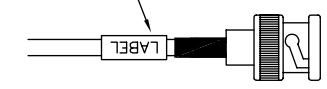

図2: マーカ-取付位置
- 注2: 部品表 ⑥ マーカ-表示は配線図のマーカ-表示内容を参照する事
- 注3: 部品表 ⑥ マーカ-の取付位置と向きは図2を参照する事
- 注5: 部品表 ⑪ 両面テープをCN1側コネクタの金属カバーの上下に貼付け 外のプラスチックカバーがずれないように固定させる事